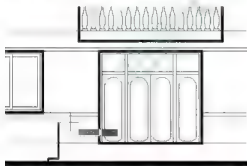

图 4.66 绘制台阶局部轮廓
② 在当前线宽为 0.0000, 指定下一个点或 [圆弧 (A)/ 半宽 (H)/ 长度 (L)/ 放弃 (U)/ 宽度 (W)]: 提示下, 输入 “W” 后按 Enter 键, 指定要修改线宽。
③ 在指定起点宽度 <0.0000>: 提示下, 输入 “50”。
④ 在指定端点宽度 <0.0000>: 提示下, 输入 “50”。将多线的线宽由 “0” 改为 “50”。打开【正交】功能并将光标垂直向上拖动。
⑤ 在指定下一个点或 [圆弧 (A)/ 半宽 (H)/ 长度 (L)/ 放弃 (U)/ 宽度 (W)]: 提示下, 输入 “150” 后按 Enter 键, 这样就画出台阶的高度 150mm。
⑥ 在指定下一个点或 [圆弧 (A)/ 半宽 (H)/ 长度 (L)/ 放弃 (U)/ 宽度 (W)]: 提示下, 将光标水平向右拖动, 输入 “300” 后按 Enter 键, 这样就画出台阶的宽度 300mm, 结果如图 4.66 所示。